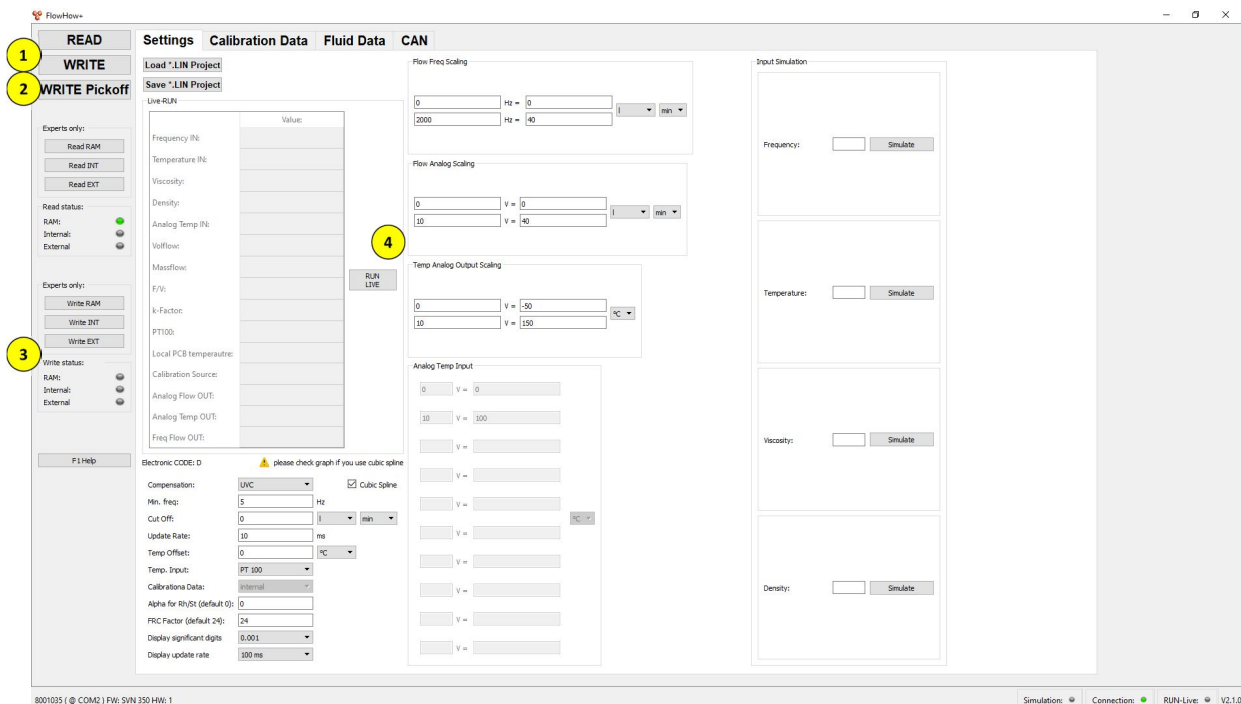

Abb. 17 Hauptbild der Software nach Programmierung
- Schaltfläche „WRITE“ **(1)** drücken, um die Daten auf den internen Speicher der Elektronik zu programmieren. [Abb. 17]
- Schaltfläche „WRITE Pickoff“ **(2)** drücken, um die Daten auf einen SMART-Pickoff zu speichern (nur bei Lysis!). [Abb. 17]
War der Vorgang erfolgreich, leuchtet die entsprechende Status-LED „Write Status“ **(3)** grün. [Abb. 17]
- Schaltfläche „Run Live“ **(4)** drücken. [Abb. 17]